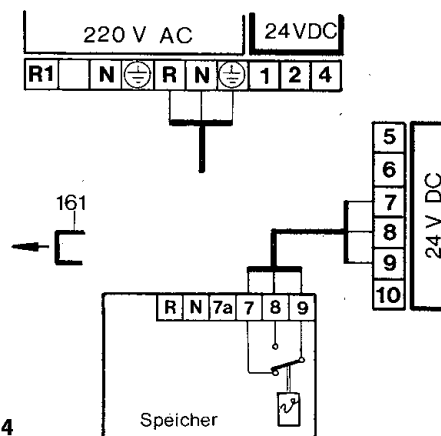

Bild 14
- Anschluß an Klemme 7, 8 und 9 nach Bild 14.